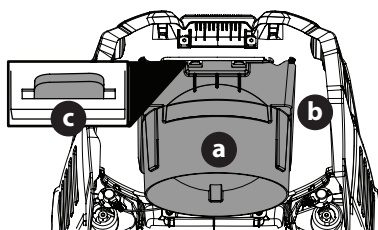

Figura 10
1. Inserte las lengüetas traseras (c) como se muestra en la Figura 10 en la página 47.